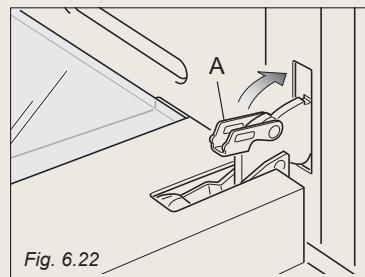

Fig. 6.22
4. Fermer le levier "A" sur les charnières gauche et droite (fig. 6.22).